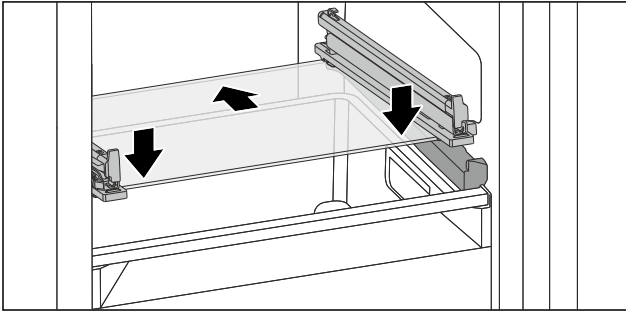

Fig. 121 Glasplatte des abklappbaren Schubfachs
- ▶ Glasplatte schräg hinter den Stopperrn aufsetzen. (siehe Fig. 121)